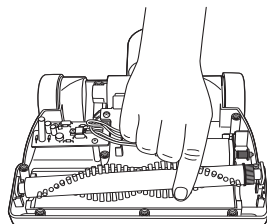

FIG. 11
Step 3: Place the other end of belt around brushroll. Align left end of brushroll into the base by rotating slightly until brushroll end cap slides into place (FIG. 11).
Paso 3: Ubique el otro extremo de la correa alrededor del cepillo circular. Alinee el extremo izquierdo del cepillo en la base haciéndolo girar suavemente hasta que el capuchón del extremo se deslice al lugar correspondiente (FIG. 11).